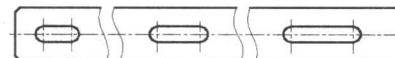

图 1.1.12 创建倒角
(1) 选择下拉菜单 **修改(M)** → **倒角(C)** 命令，在命令行中输入 T 并按回车键，再输入 T 并按回车键，输入字母 A (即选择“角度”选项) 并按回车键，输入 2 并按回车键，输入 45 后按回车键，分别选取要进行倒角的两条直线。
(2) 按回车键以重复倒角命令，分别选取要进行倒角的两条直线。
(3) 重复上述操作，完成如图 1.1.12 所示倒角的创建。